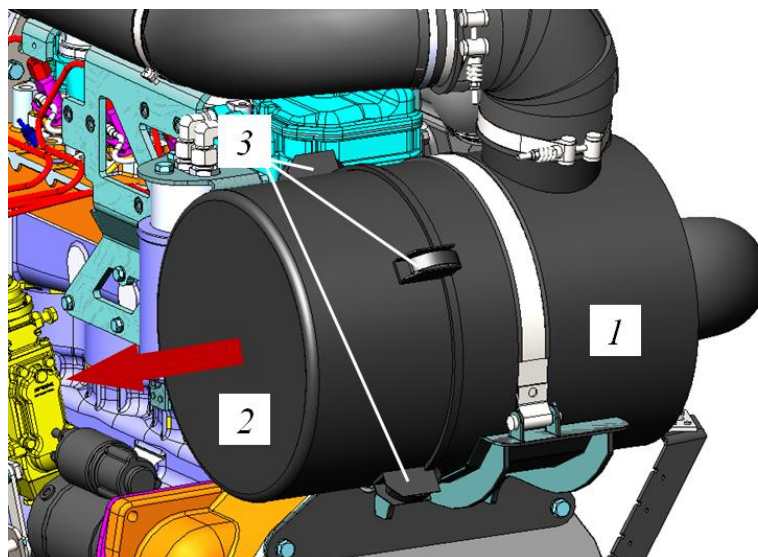

Рисунок 5.31. Корпус воздушного фильтра
Корпус воздушного фильтра размещен в моторном отсеке с правой стороны по ходу движения машины, см. рис. 5.31.
- ▶ Отстегнуть 4 замка на корпусе фильтра, см. поз. 3 рис. 5.31.
- ▶ Снять крышку (поз. 2 рис. 5.31) воздушного фильтра в направлении, указанном стрелкой.
- ▶ Установить крышку на корпус фильтра в направлении противоположном стрелке, см. рис. 5.31.
- ▶ Застегнуть 4 замка на корпусе фильтра, см. поз. 3 рис. 5.31.